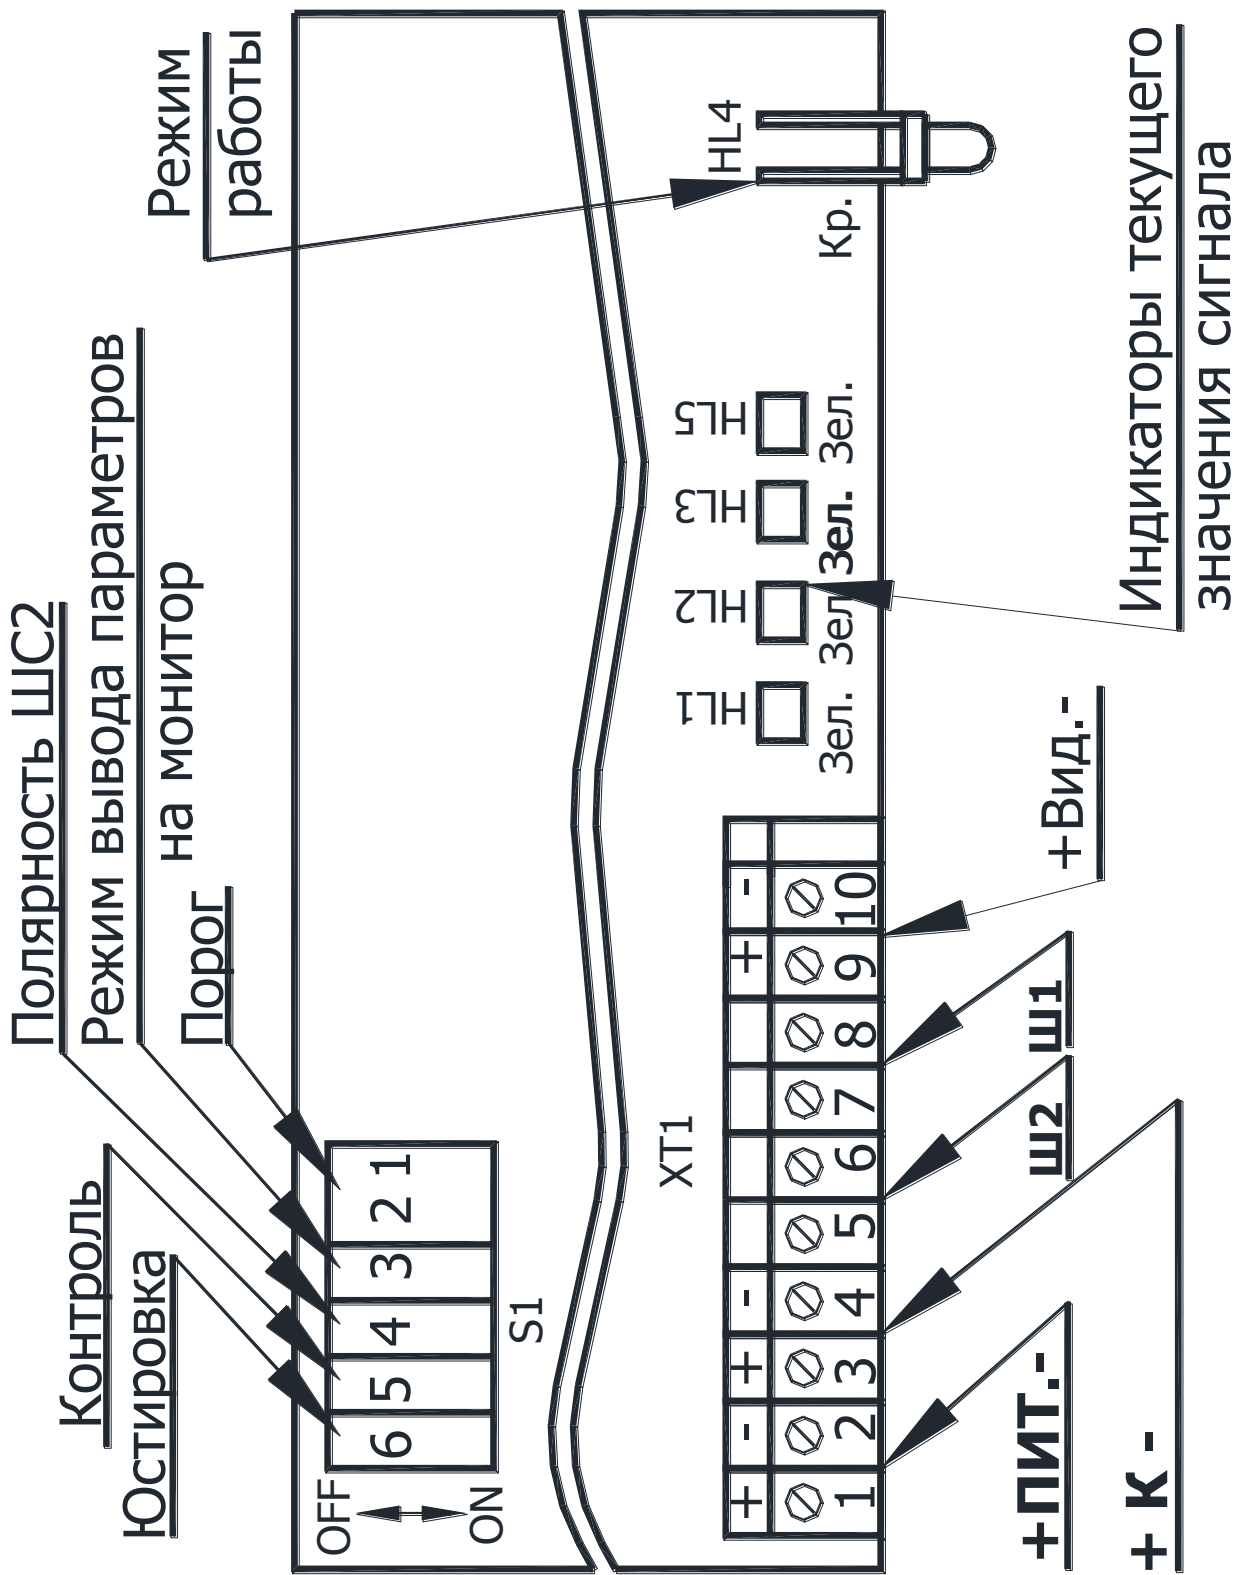

Рисунок2 Расположение элементов коммутации и индикации на плате ИПДЛ
7.7 Юстировочным винтом 6 (см. рис.2) направляющей установить положение изображения отражателя на центр экрана по вертикали. Незначительными перемещениями изображения по вертикали и